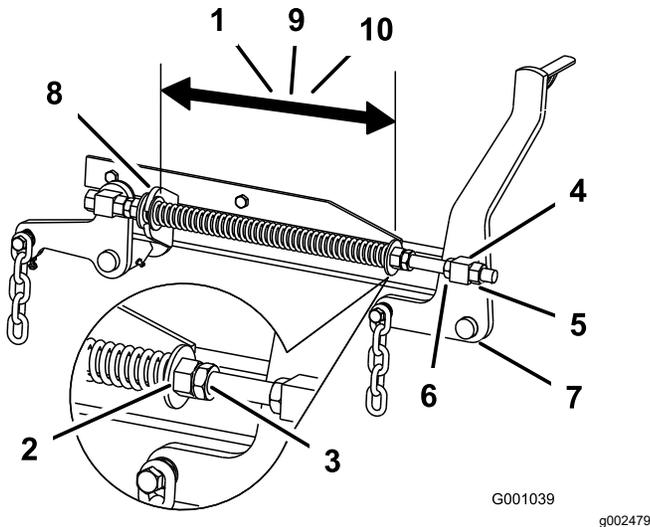

Figura 113
de corte de 152 cm, o de 29,2 cm para carcasas de corte de 183 cm (Figura 113).
- Ajuste esta distancia aflojando la contratuerca elástica y girando la tuerca que está delante de cada muelle (Figura 113).
- Fije la tuerca en la posición deseada apretando la contratuerca elástica (Figura 113).